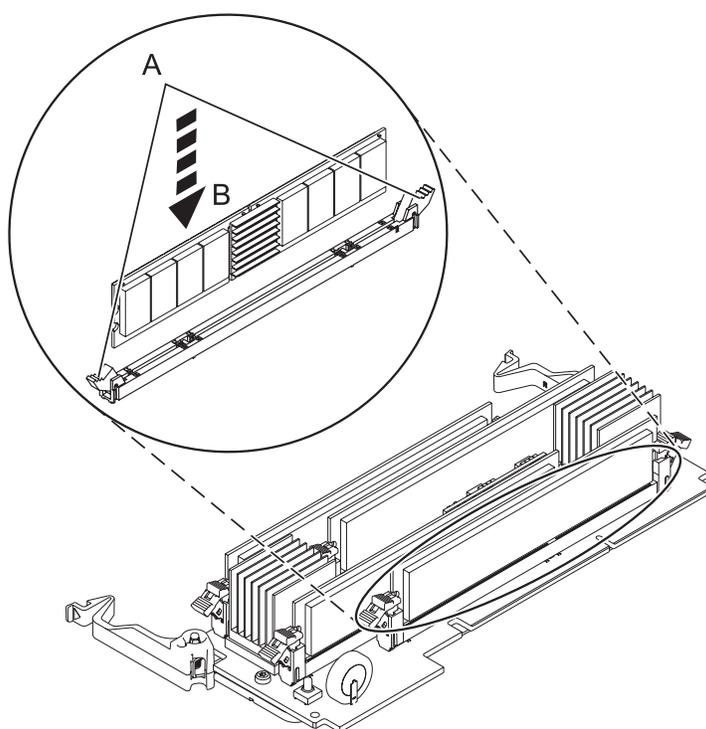

Figura 5. Instalar um módulo de memória
13. Certifique-se de que as patilhas de fecho do conector (A) estão premidas para fora, na posição de desbloqueio, tal como ilustrado na Figura 5, antes de instalar um módulos de memória novo.
14. Agarre com cuidado nas duas extremidades do módulo de memória (B) e alinhe o módulo com o conector.